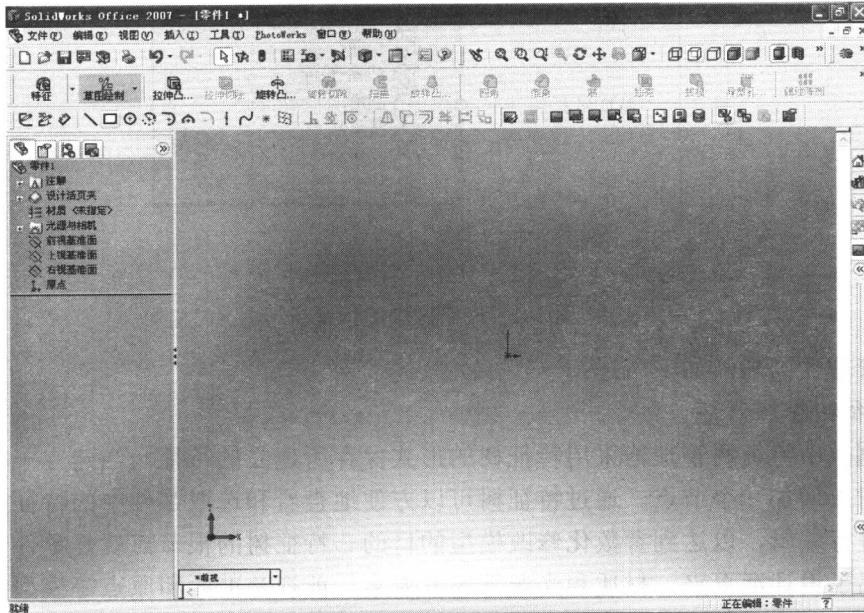

图 1-3 用户界面
(3) 单击该对话框中的“零件”图标按钮，单击“确定”按钮完成用户界面的开启，如图 1-3 所示。
打开文件后的界面如图 1-3 所示, SolidWorks 用户界面采用典型的 Windows 软件风格, 操作上十分方便, 对于初学者, 如果具有 Windows 软件应用的经验, 就可以迅速地掌握